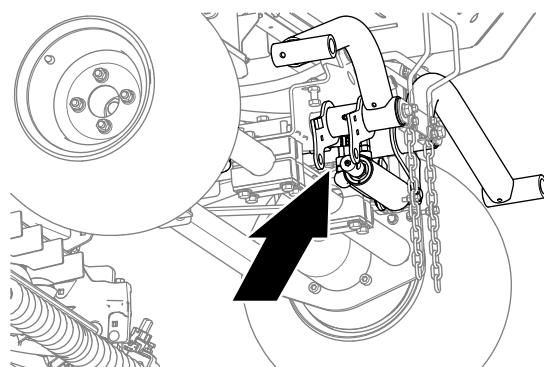

Figura 13
1. Coloque un recipiente debajo de los acoplamientos hidráulicos del cilindro izquierdo (Figura 13).